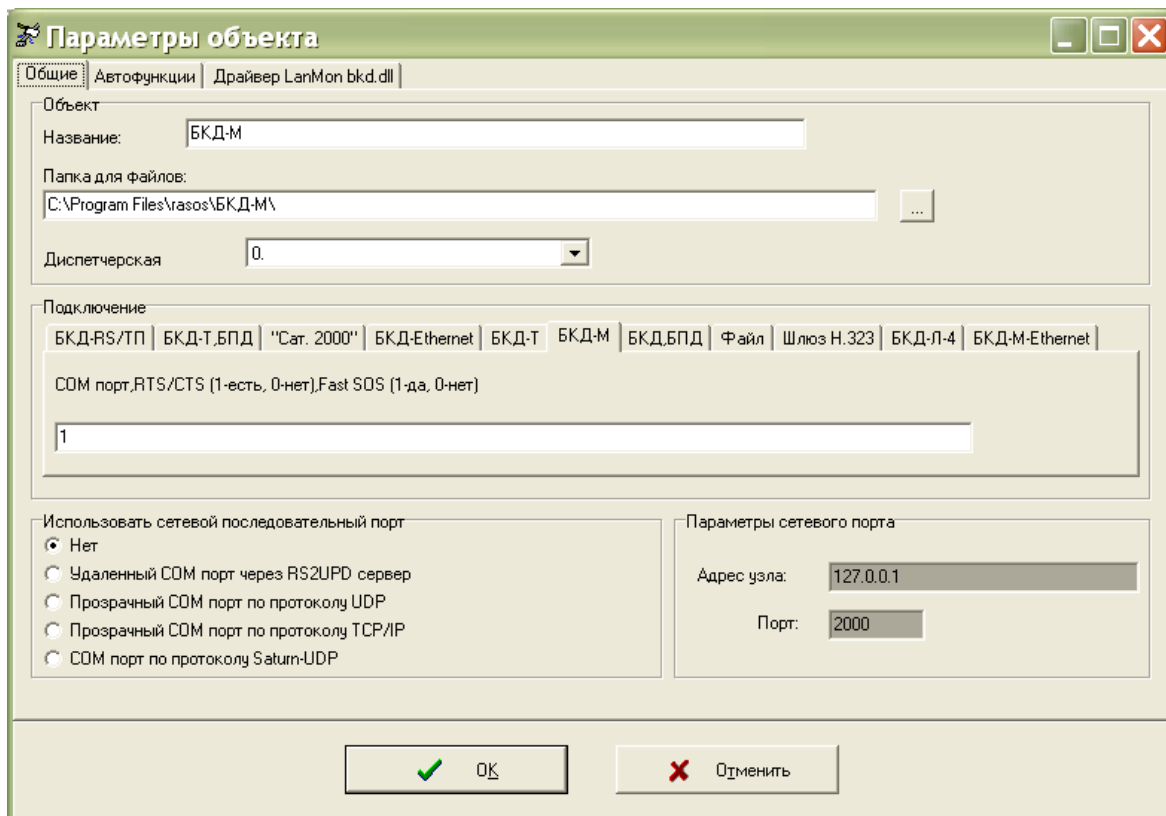

Рисунок 10
3) Создать подключение к БКД-М, указать номер СОМ порта ПЭВМ, к которому подключен БКД-М (рисунок 10).
3) Создать подключение к БКД-М, указать номер COM порта ПЭВМ, к которому подключен БКД-М (рисунок 10).